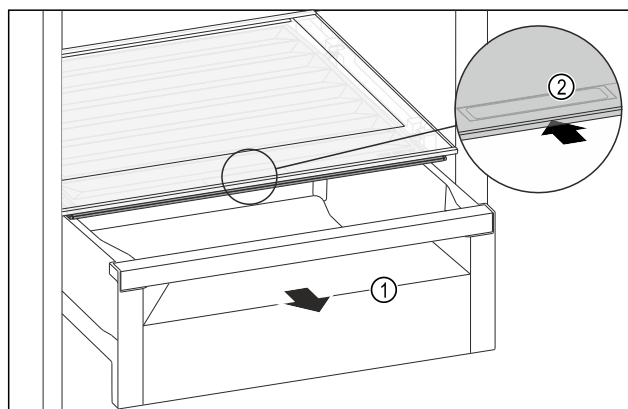

Fig. 146
- Tërhiqni jashtë sirtarin Fig. 146 (1).
- Kapni dorezën e futur Fig. 146 (2) në kapakun e ndarjes dhe në të njëjtën kohë shtyni për prapa kapakun e ndarjes.